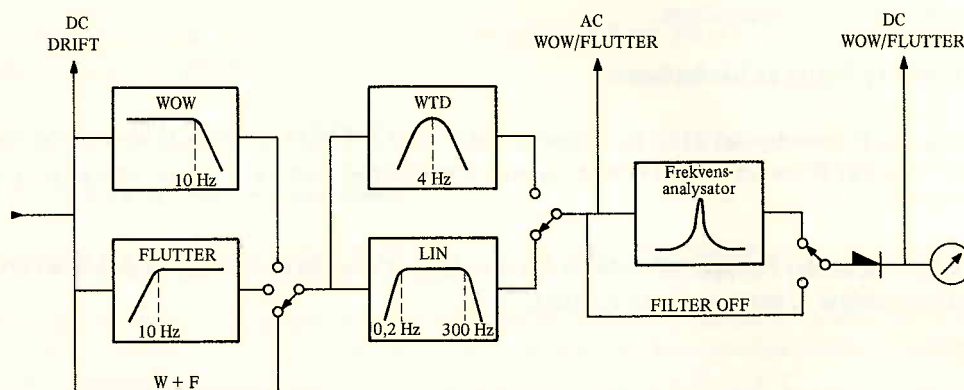

Fig. 6. Blokdiagram af WM1's filtersektion.
I WM1 er indbygget forskellige filtre, der specielt er beregnet til en sådan analyse af wow- og flutter-spektret (fig. 6).
Monitor-udgange (fig. 6).
2. "AC-WOW/FLUTTER" - udgangsspændingen er analog med udslaget på "FLUTTER"-instrumentet (6) og identisk med wow- og flutter-signalet før frekvensanalysatoren (se fig. 6). Filtrene "WOW", og "FLUTTER", "WTD" og "LIN" kan således anvendes i forbindelse med denne udgang. Ved sinusmoduleret wow og flutter er udgangsspændingen lig med 1 V AC ved fuldt udslag.
3. "DC-WOW/FLUTTER" - udgangsspændingen er analog med udslaget på "FLUTTER"-instrumentet og identisk med det ensrettede signal efter meterkredsløbet (fig. 6). Udgangsspændingen er lig med 1 V DC ved fuldt udslag.